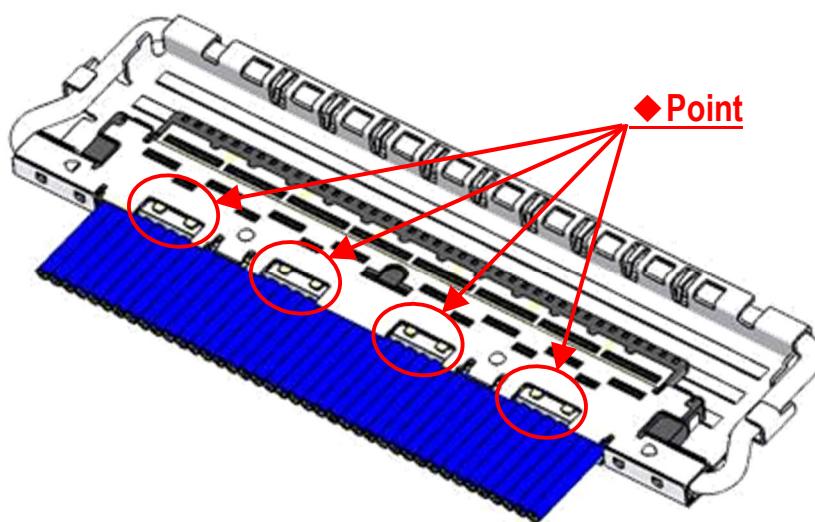

Fig.11 Soldering of Shell-B and Ground Bar
- ⑥ Shell-A と Shell-B を半田コテにて全箇所半田付けすることを推奨する。 (Fig.11 ◆部)